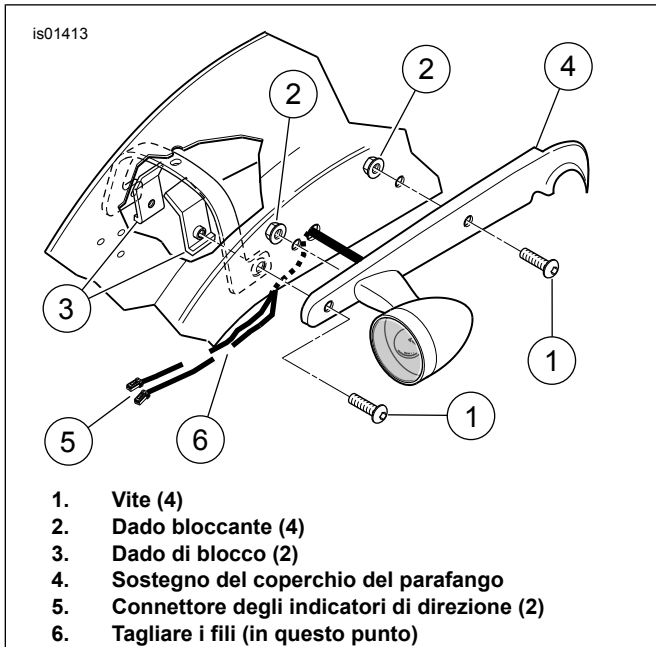

Figura 1. Rimozione del sostegno del parafrangente posteriore
3. Vedere la Figura 1. Per accedere al connettore Amp Multi-lock, è necessario rimuovere la lente della luce posteriore. Scollegare i connettori per ciascun indicatore di direzione e spingerli in basso, attraverso l'apertura nella luce posteriore e nel parafango.
5. Vedere la Figura 1. Rimuovere e gettare via le viti a testa bombata anteriori e posteriori (1), i due dadi bloccanti (2) e i dadi di blocco (3) della parte inferiore del parafango dai coperchi di sostegno destro e sinistro del parafango posteriore.